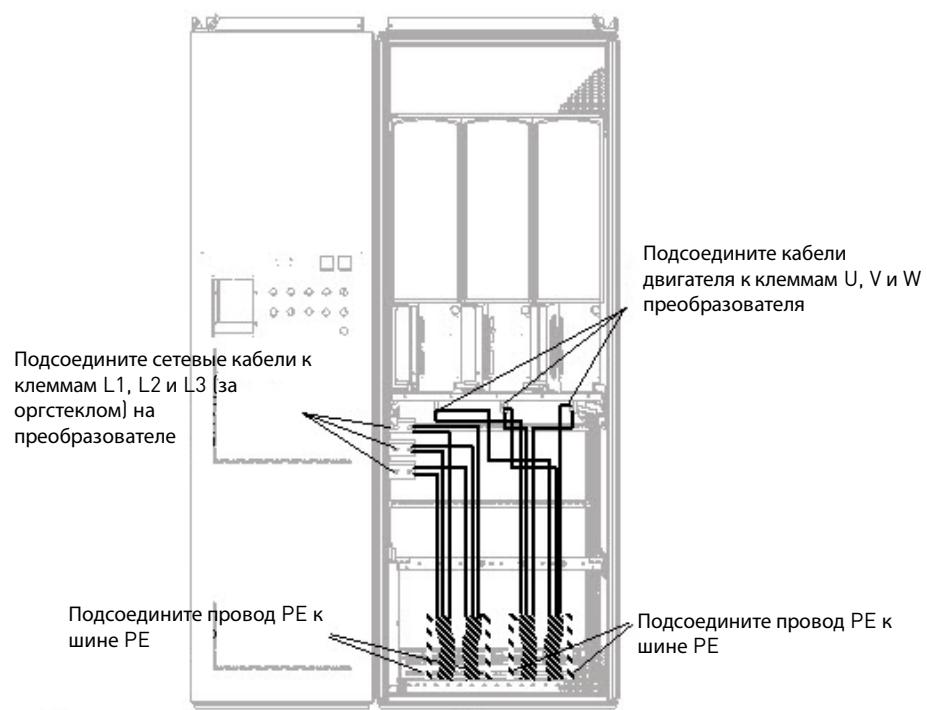

Рисунок 6-8. Прокладка кабелей питания, ввод кабеля снизу для типоразмера FR13
Выбор кабелей и монтаж должны производиться в соответствии требованиями окружающей среды. Экран кабеля двигателя необходимо заземлять на каждом конце (у преобразователя частоты, защитного выключателя, двигателя и т. д.) так, чтобы полное сопротивление для высокой частоты было как можно меньше. Наилучшее решение достигается при 360-градусном заземлении (заземление по всей окружности экрана). Если это трудно осуществить, подключите провод защитного заземления (PE) к земле или к (металлической) стенке панели сразу после места зачистки кабельной оболочки (см. рисунок 6-8, варианты а и б). Для дополнительного снижения влияния синфазных напряжений можно установить соответствующие дроссели на выводах двигателей. Простейший способ - это использование ферритовых колец достаточно большого диаметра, что позволяет продеть через них проводники, идущие к фазам двигателя.
Пропустите через кольца только фазные проводники; экраны кабеля должны оставаться дальше и не охватываться кольцами, см. рисунок 6-8. Отделите провод защитного заземления (PE). В случае параллельных кабелей двигателя, предусмотрите одинаковое количество комплектов ферритовых колец для каждого кабеля и пропустите все фазные проводники одного кабеля через кольца одного комплекта.